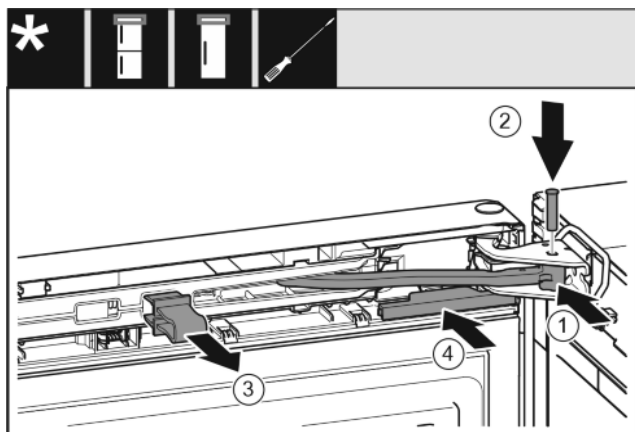

Fig. 39
- ▶ Zgibni del v ležajnem podstavku zavrtite. *Fig. 39 (1)*
- ▶ Sornik vstavite v ležajni podstavek in zgibni del. Pri tem pazite, da zaskočni zapah pravilno sedi v utoru. *Fig. 39 (2)*
- ▶ Snemite varovalo. *Fig. 39 (3)*
- ▶ Potisnite pokrov gor. *Fig. 39 (4)*